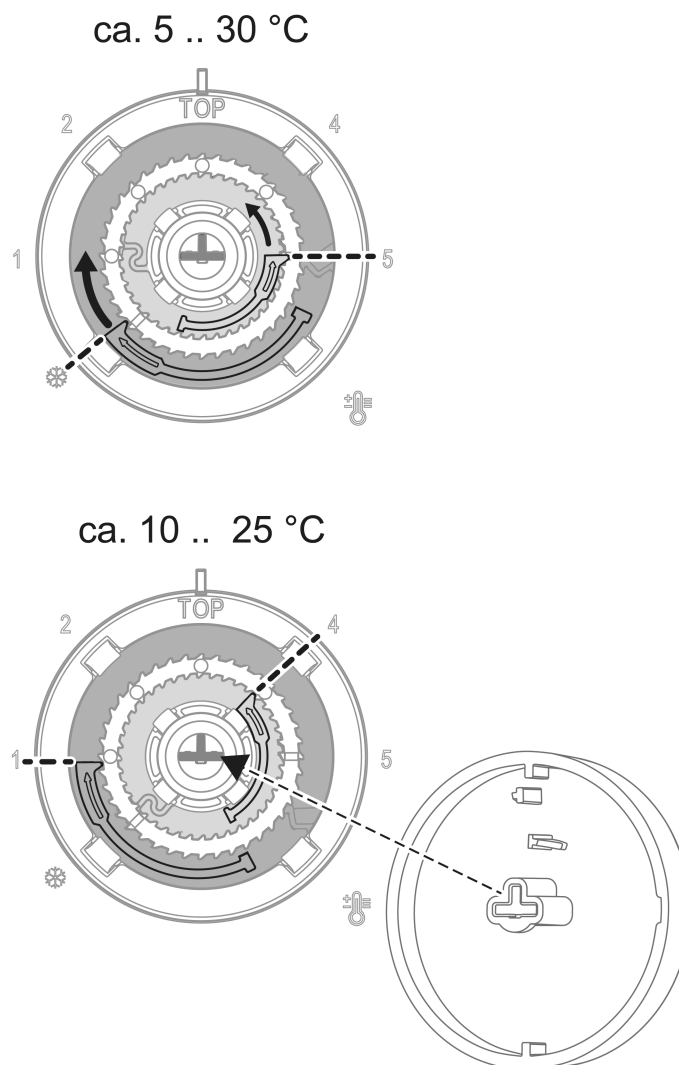

Figure 3: Réglage de la limitation de la température (avant/après)
- Retirer le bouton de commande de la plaque centrale de sorte que les bagues de réglage soient visibles (voir figure 3).
- Replacer le bouton de commande en respectant le codage (voir figure 3) de l'axe de rotation.